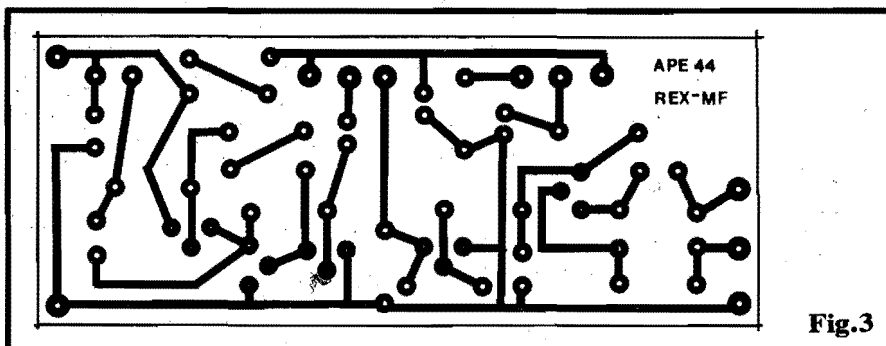

Fig.3
- FIG. 3 - LAY OUT DO CIRCUITO IMPRESSO ESPECÍFICO - Embora alguns Hobbystas mais "teimosos" talvez queiram "arriscar" a realização do REX-MF sobre simples "ponte" de terminais, nós não aconselhamos tal prática, uma vez que circuitos que trabalhem sob Frequências elevadas (como é o caso...) devem ser montados de modo a evitar ao máximo as capacitâncias distribuídas, as indutâncias "parasitas", características das construções "em aberto", sobre "pontes", com fiações longas, percursos de sinal "tortuosos", etc. Enfim: quem quiser realizar a montagem sobre uma "ponte" de terminais, pode fazê-lo, mas deve preparar-se para enfrentar instabilidade e dificuldades nas fixações de ajustes e sintonias... Entretanto, como o número de componentes não é exagerado, o lay out de um Circuito Impresso específico (método recomendado para a montagem) fica razoavelmente descomplicado, como prova a figura 3... O padrão de ilhas e pistas cobreadas está, na figura, em tamanho natural (escala 1:1), tornando-se muito fácil a cópia e traçagem (e posterior corrosão, furação e limpeza...). Os preceitos insistentemente enumerados nas INSTRUÇÕES GERAIS PARA AS MONTAGENS (lá no começo de toda APE...) devem ser seguidos à ris-